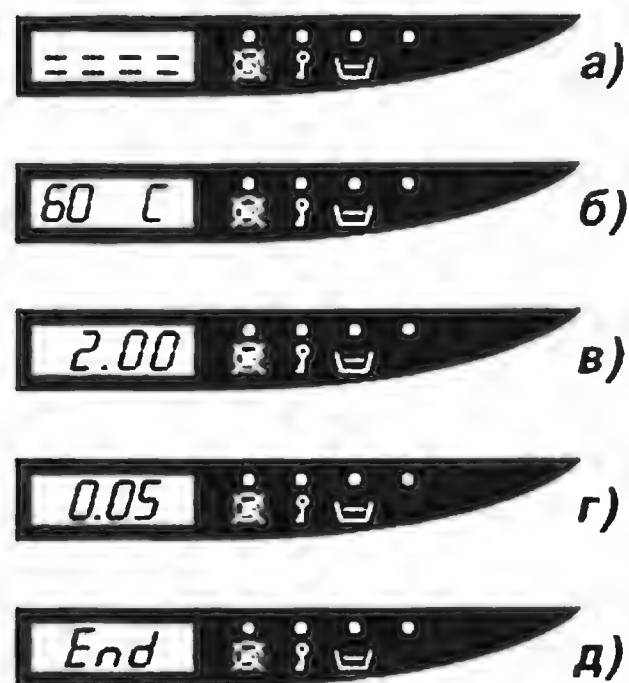

Рис. 3.1.3.12. Дисплей
1. Нажимают кнопку включения/выключения А. Начальная индикация на дисплее (рис. 3.1.3.12, а) указывает значение жесткости воды (см. ниже).
6. Нажимают кнопку С: стирка начинается через 30 сек. При этом на дисплее высвечивается установленная температура стирки (рис. 3.1.3.12, б). Установка, выбранная рукояткой В, используется стиральной машиной только после нажатия кнопки С. Во время работы машины рукоятка В может самостоятельно поворачиваться, что не влияет на процесс стирки.
7. На дисплее (рис. 3.1.3.12, в) появляется предполагаемая продолжительность стирки, определенная машиной из расчета оптимальных режимов стирки и полоскания, а также экономного использования электроэнергии и воды. Продолжительность стирки определена в этот момент лишь приблизительно; реальный вес белья и количество загруженного моющего средства вносят свои корректировки в продолжительность стирки и количество полосканий. Поэтому контрольная система машины обновляет на дисплее продолжительность стирки в ходе ее выполнения.
8. По окончании стирки на дисплее машины (рис. 3.1.3.12, г) появляется значение "005" (индикация конца цикла). Необходимо подождать не менее 5 мин для автоматической разблокировки замка дверцы. Контрольная лампа блокировки замка F гаснет, а на дисплее появляется индикация "End" (рис. 3.1.3.12, д). Не следует пытаться открыть дверцу в этот промежуток времени, чтобы не повредить механизм блокировки. Машину выключают, нажав кнопку А.